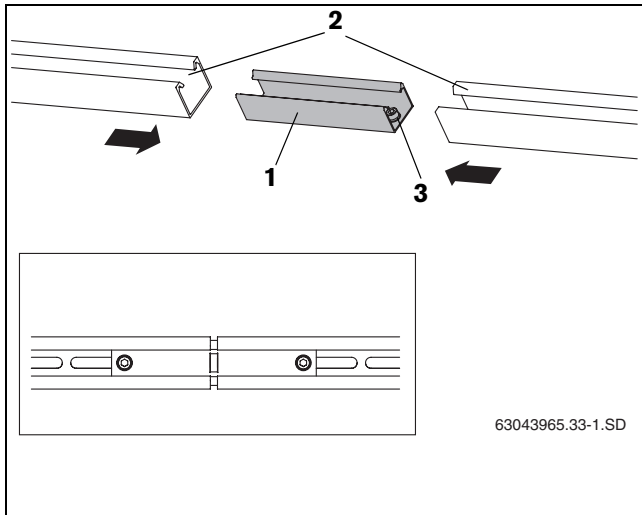

Fig. 27 Unión de los perfiles guía
- ▶ Deslice la pieza de unión (Fig. 27, [1]) hasta el tope en ambos perfiles guía (Fig. 27, [2]).
- ▶ Para enclavarlos, apretar ambos tornillos de sujeción M10 (Fig. 27, [3]) en la pieza de unión con la llave de tamaño 5.